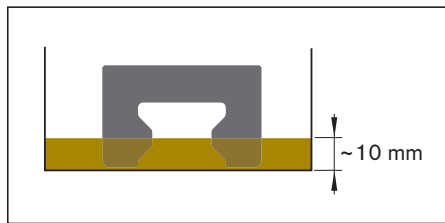

图 2
- ▶ 对于规格 20 的低型前置润滑单元：将前置润滑单元浸入 10 mm 深的润滑油内，并静置约 36 个小时（参见图 2）。
- ▶ 规格 20 的低型前置润滑单元不可通过侧面的润滑口补充润滑油（参见图 2）。